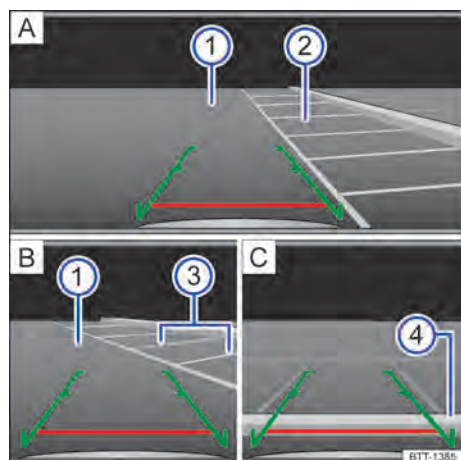

Fig. 142 Exibição do display do sistema Infotainment: entrar na vaga de estacionamento com a câmera de marcha a ré (representação esquemática).
Legenda para Fig. 142:
2.	Posicionar o veículo na frente da vaga de estacionamento → Fig. 142 ②.
4.	Conduzir para trás devagar e manobrar de modo que as linhas verdes laterais conduzam entre as linhas de delimitação da vaga de estacionamento selecionada ②. Observar a seguinte mensagem: Controlar a trajetória do veículo! → ⚠ em Introdução ao tema na página 181!
5.	Alinhar o veículo na vaga de estacionamento escolhida, de modo que as linhas verdes laterais coincidam com as linhas de limitação lateral ③.
6.	Parar o veículo o mais tardar ao atingir a linha vermelha horizontal de limitação traseira, por exemplo, meio-fio ④.